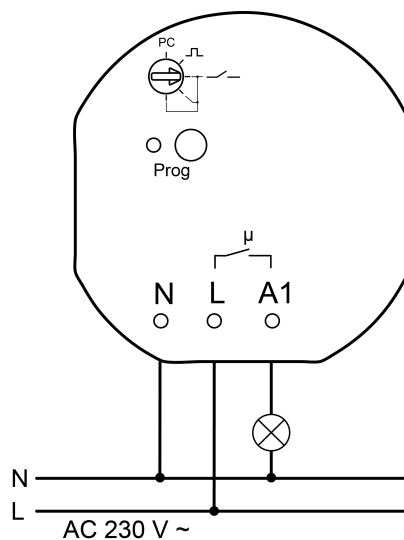
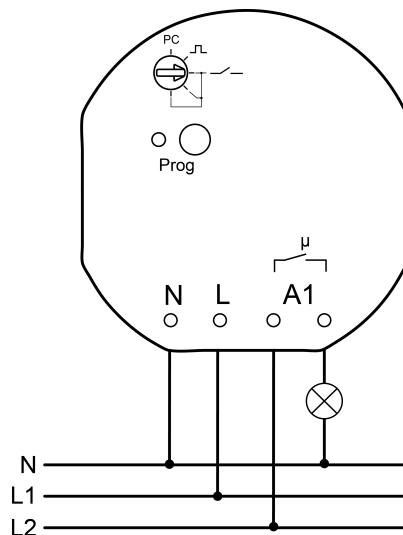

Bild 3: Anschlussbeispiel Funk-Schalt-/Tastaktor
Bild 4: Anschlussbeispiel Funk-Schalt-/Tastaktor potentialfrei
- Last gemäß Anschlussbeispiel anschließen (Bild 3) oder (Bild 4).